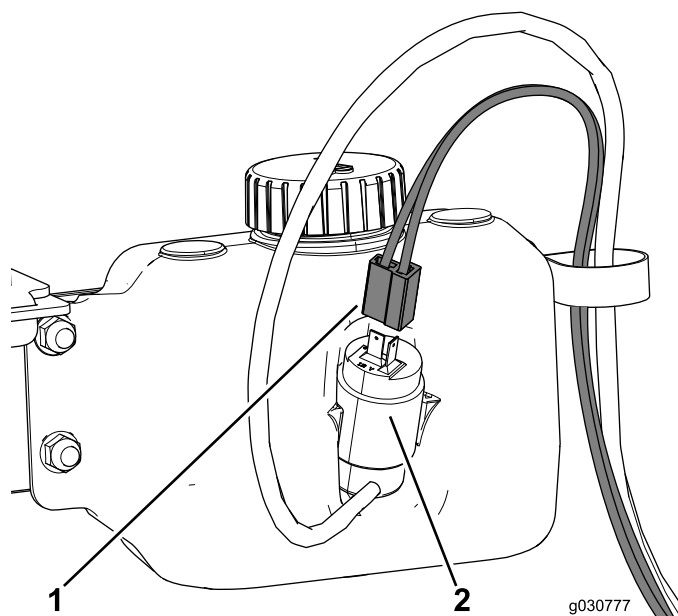

Figure 50
4. Faites passer le faisceau de câblage du réservoir de lave-glace dans le collier en R et branchez-le au réservoir (Figure 50).